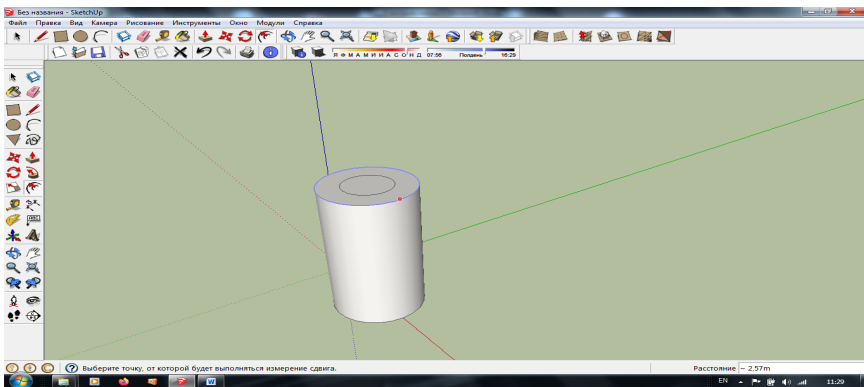

Рисунок 5.11
3. Переміщуємо показчик миші, щоб визначити розмір зміщення (рис. 5.11). Відстань, на яку виконано зміщення, відображається в рядку стану в полі контролю значення. Зміщення можна здійснити як в середину, так і назовні вибраного краю грані.